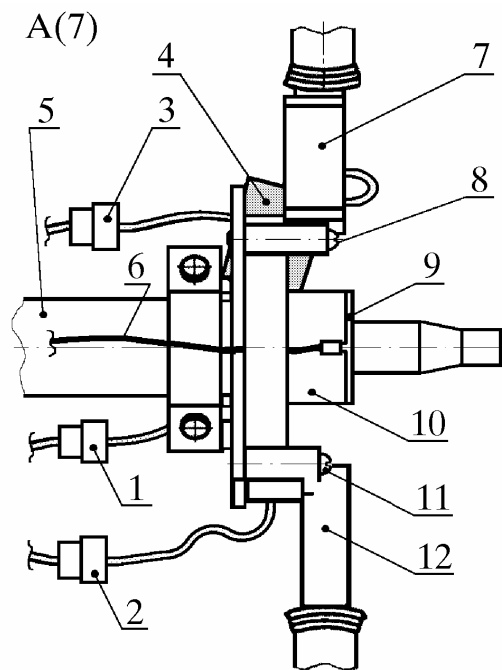

Рис. 17. Установка переключателей стеклоочистителя и указателя поворотов, подсоединение электропроводов к переключателям, замку зажигания и контактному кольцу:
5.6. Установить переключатели 7, 12 (рис. 17) стеклоочистителя и указателя поворотов на основание 10 переключателей в последовательности, обратной снятию по пп. 4.11 - 4.12.